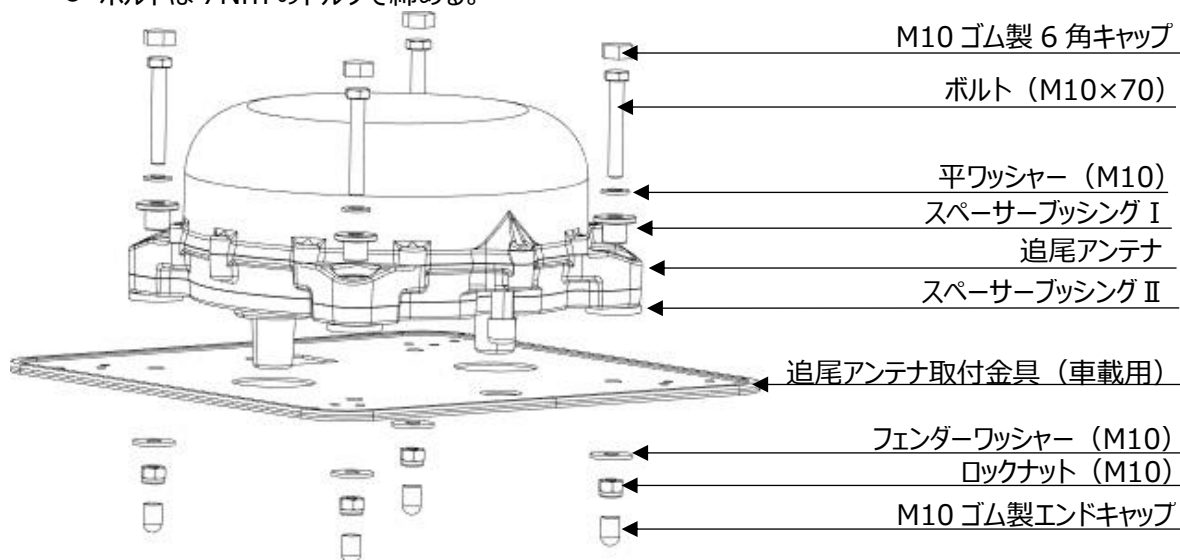

図4.2 WSⅢ追尾アンテナ取付キットの組立て
- ② ①で挿入したスペーサーブッシングⅡを落とさないように注意して、WSⅢ追尾アンテナ取付金具（車載用）のアンテナ固定穴（4か所）にWSⅢ追尾アンテナ取付キットを使用して、追尾アンテナを固定する。
- WSⅢ追尾アンテナ取付キットの組立てを図4.2に示す。